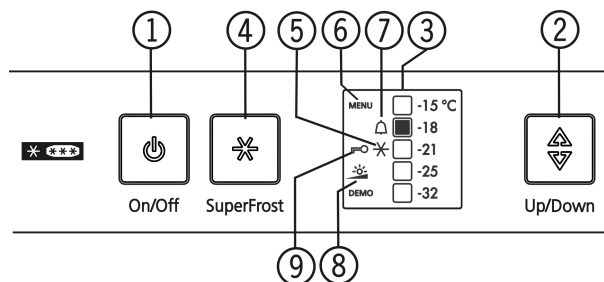

Fig. 3
- Het symbool SuperFrost Fig. 3 (5) knippert tegelijkertijd met de temperatuurdisplay.